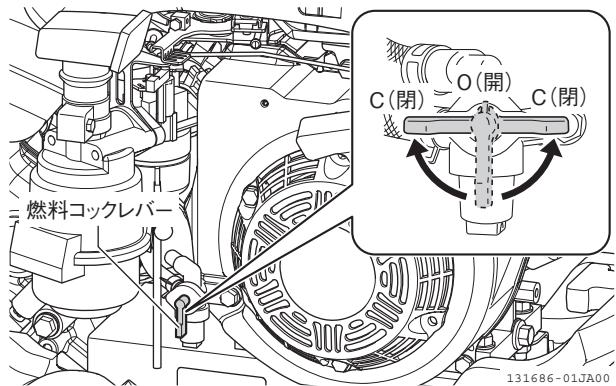

図 4-20 燃料コックレバー
1. 燃料コックレバーを「C（閉）」位置にします。(図 4-20)